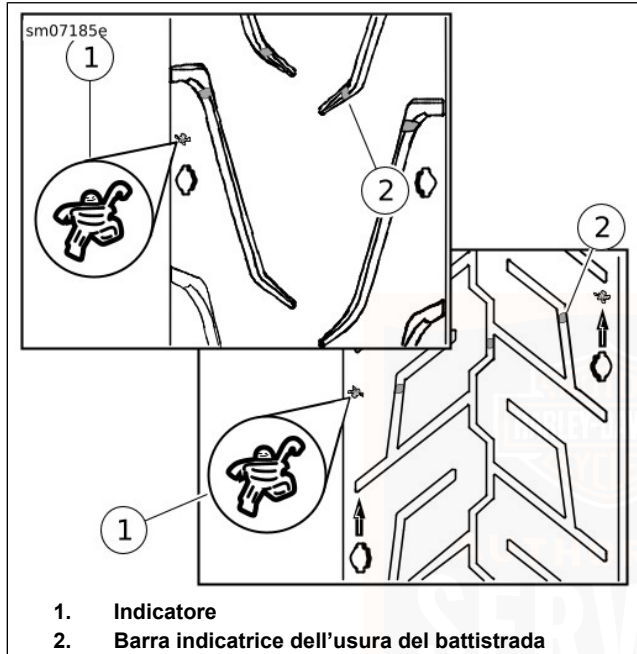
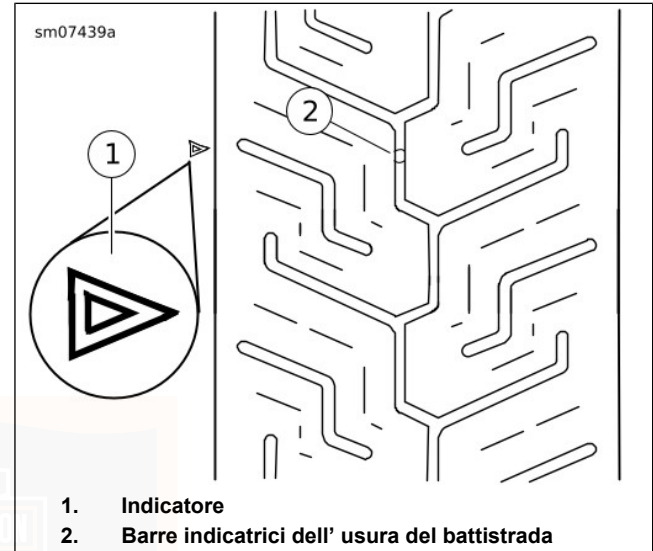

Figura 51. Disegno del battistrada: Pneumatici Michelin
Figura 52. Disegno del battistrada: Pneumatici Dunlop
- Vedere Figura 51 o Figura 52. Gli indicatori (1) sul fianco dello pneumatico indicano la posizione delle barre indicatrici dell'usura (2) nel battistrada.